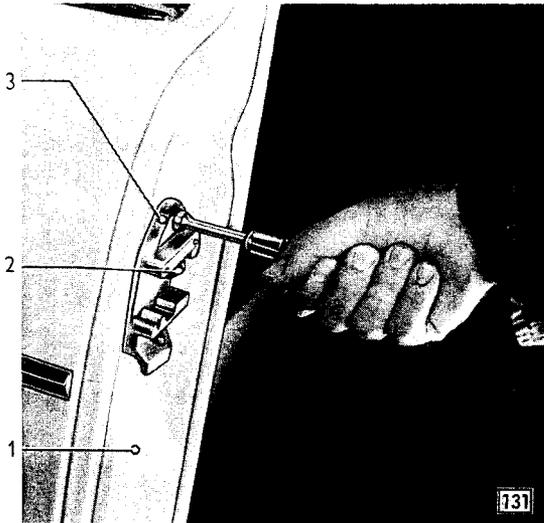

Bild 117 - Schließplatte von Schloßsäule abschrauben
1. Beide Schrauben für Schließplatte heraus-schrauben. Schließplatte mit unterliegenden Zackenscheiben von Schloßsäule abnehmen (Bild 117).